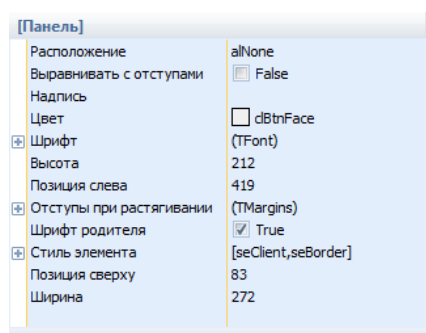

Рисунок 3.26 – Свойства компонента «Панель»
- ☐ «Панель» – компонент пользовательского интерфейса, позволяет вставить панель, которая используется, например, для разграничения рабочего поля на части. В поле инспектора объектов можно задать свойства панели (рисунок 3.26):